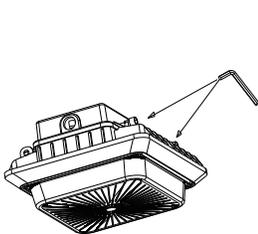

Figure 2-1
1. To remove the metal box cover, loosen the two screws using an Allen Key, then slide horizontally the cover to remove it from hinges. Fig 2-1
1. Pour retirer le couvercle de la boîte métallique, desserrez les deux vis à l'aide d'une clé Allen, puis faites glisser horizontalement le couvercle pour le retirer des charnières. Fig 2-1